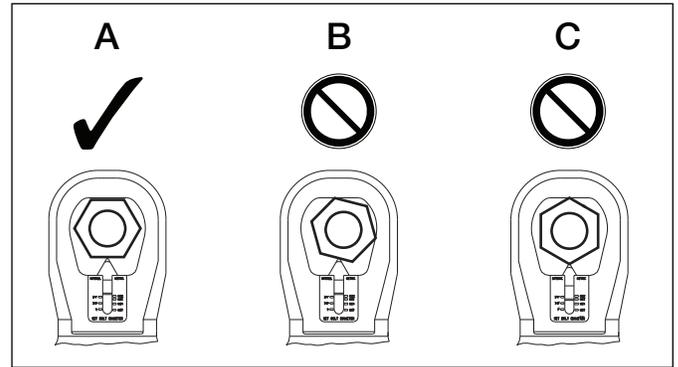

図8、切断ヘッドの位置合わせ
6. 切断ヘッドとナットを位置合わせし、ブレード平面をナット平面の1つに合わせます。ナットをヘッドの中心に位置合わせして、ブレードがナット平面の中心を切断するようにします。図8のAを参照してください。